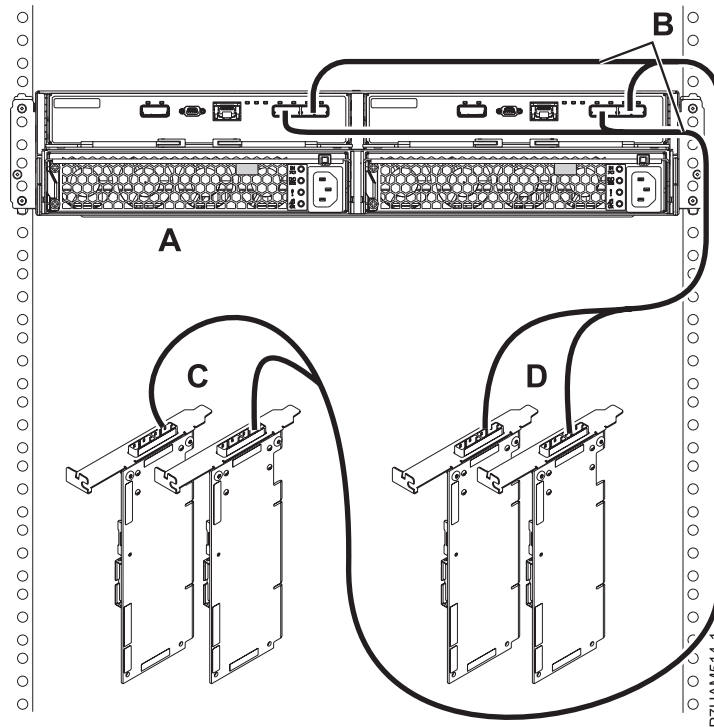

Figure 17. Connexion de mode 2 d'un boîtier d'unité de disque 5887 via des câbles X à deux paires d'adaptateurs SAS
- Effectuez la connexion de mode 2 d'un boîtier d'unité de disque 5887 (A) via des câbles X (B) à deux paires d'adaptateurs SAS. Voir figure 17, à la page 19.
- Chaque adaptateur SAS de la paire 1 (C) peut accéder à l'autre adaptateur, ainsi qu'aux baies d'unité D1 à D12.
- Chaque adaptateur SAS de la paire 2 (D) peut accéder à l'autre adaptateur, ainsi qu'aux baies d'unité D13 à D24.